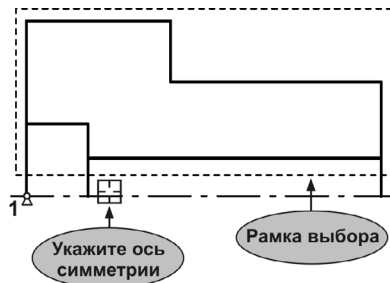

Рис. 66.10.
- 15.1. Выделите секущей рамкой всю верхнюю половину детали за исключением оси симметрии (рис. 66.10).